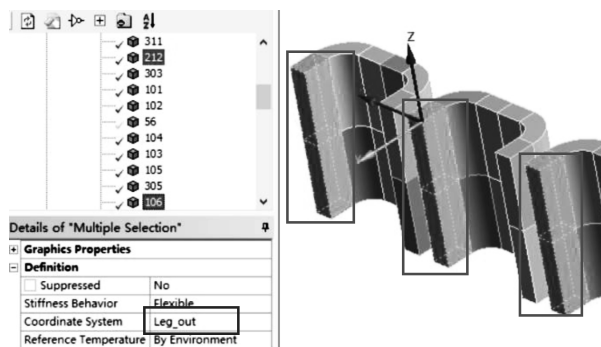

图 10-20 分配 Leg_out 坐标系及选中模型
(8) 在导航树里单击【Leg_out】，图像区域显示 Leg_out 坐标在模型中的位置，分别选择线圈 106、112、206、212、306、312 模型；接着单击右键，从弹出的快捷菜单中选择【Go To】→【Corresponding Bodies in Tree】转移到导航树区域，【Details of “Multiple Selection”】→【Definition】→【Coordinate System】= Leg_out，其他默认，如图 10-20 所示。